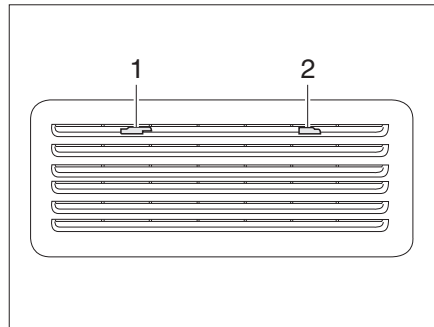
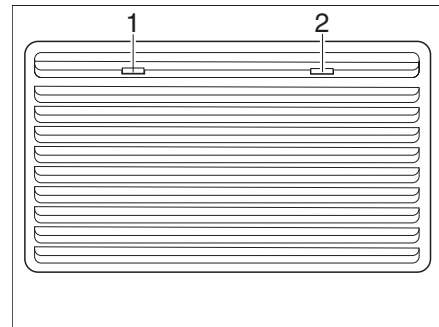

Bild 131 Kylskåpets ventilationsgaller (Thetford liten)
Bild 132 Kylskåpets ventilationsgaller (Thetford stor)
- Skjut spärrarna (Bild 131,1 och 2 resp. Bild 132,1 och 2) åt mitten.